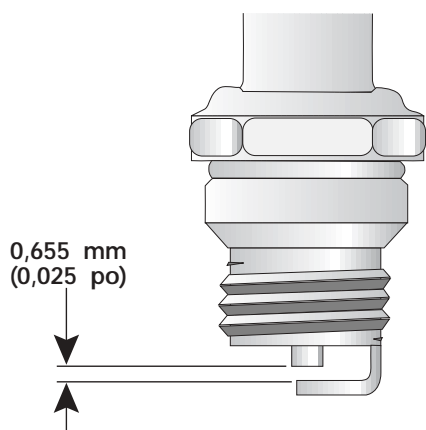

Fig. 44
3. Remplacez toute bougie fendillée, encrassée ou sale. Réglez l'écartement à 0,655 mm (0,025 po) à l'aide d'une jauge d'épaisseur (Fig. 44).